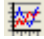

Figura 9.3 - Diagrama de dispersão
- > Diagrama de Dispersão (ver Figura 9.3)